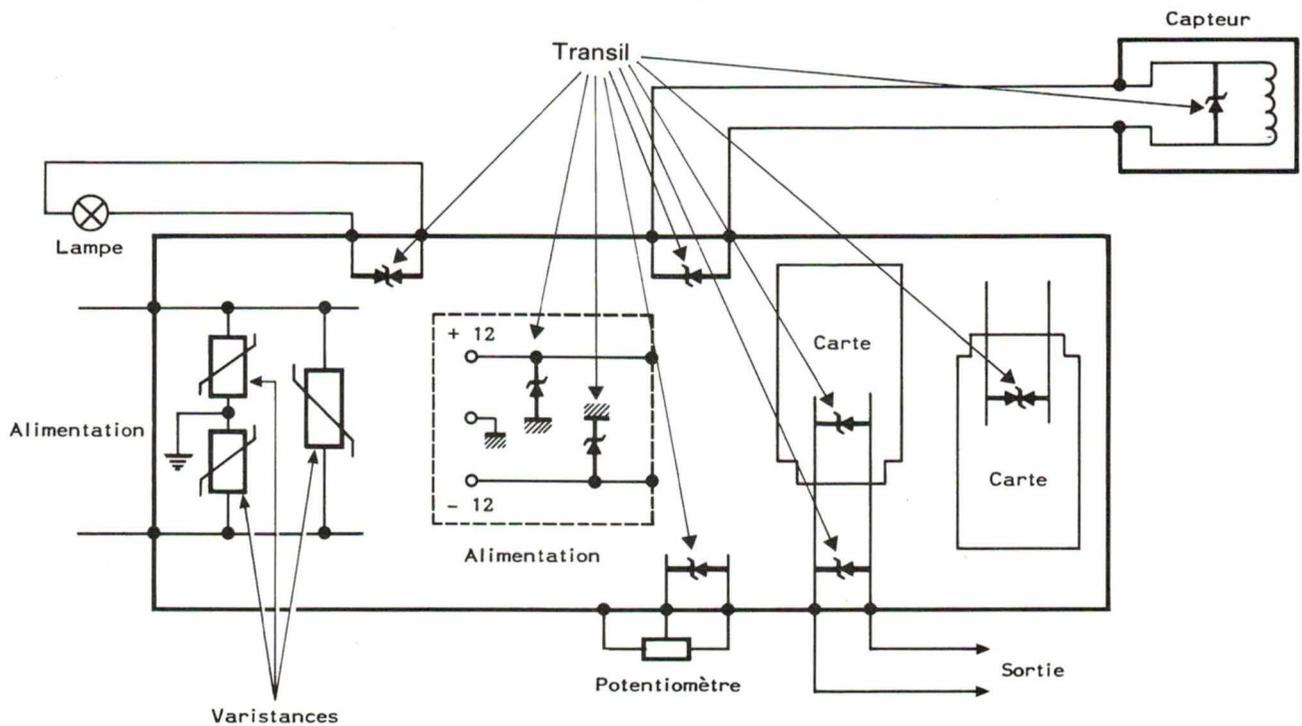

Fig. 18. - L'association varistances-Transil : une solution efficace !
- En utilisant l'association varistance et Transil, on bénéficie, dans certaines applications d'un montage capable d'absorber de fortes énergies tout en écrêtant à bas niveau. Ceci est illustré à la figure 18.